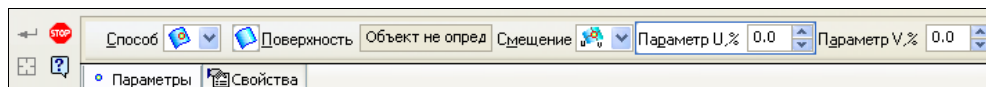

Рис. 23.6. Панель свойств: Точка при установленном способе **На поверхности**
- ♦ вызовите команду **Точка**. На Панели свойств: Точка в окне **Способ** установите способ **На поверхности** . Панель свойств при этом способе построения имеет вид, как на рис. 23.6. В окне **Смещение** по умолчанию установлен вариант **По параметрам U и V**;